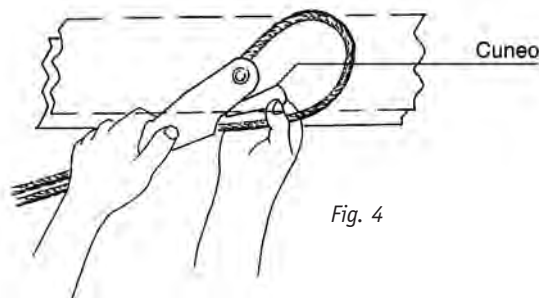
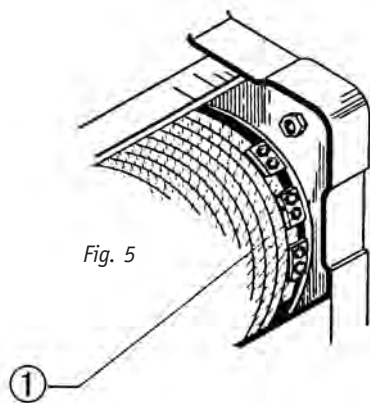

Fig. 4
Fig. 5
**Per lo smontaggio della fune:** sfilare il cuneo capofisso (Fig. 4), quindi togliere il capo della fune dalla staffa e sfilare la fune dalle pulegge bozzello ed eventuale rinvio. Svolgere completamente la fune dal tamburo premendo il pulsante "discesa" della pulsantiera di comando, fino all'estremità del tamburo. Allentare le viti di fissaggio morsetti della fune (Fig. 5).
**Montaggio fune nuova:** infilare la fune all'ultimo morsetto di fissaggio facendo uscire di circa 40 mm il capo della fune; stringere le viti del morsetto (Fig. 5 - pos. 1) serrando la fune fino allo schiacciamento della stessa. Premere il pulsante di salita della pulsantiera di comando e mantenendo la fune tesa, avvolgerla fino a metà tamburo per permettere il montaggio del relativo anello guidafune.